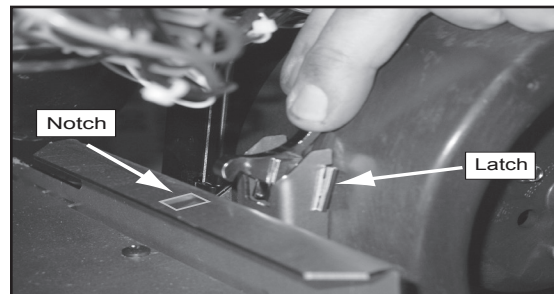

Figure 32.2
- Enlevez le déflecteur en introduisant un tournevis plat dans la fente des attaches des angles supérieurs et poussez vers le bas. La partie inférieure de l'attache s'avance et se détache du montant. Soulevez le déflecteur, puis amenez-le vers vous. **Figure 32.2.**
5. Passez la main derrière le ventilateur et libérez l'attache en poussant le haut de l'attache en direction du ventilateur. **Figure 32.2.**